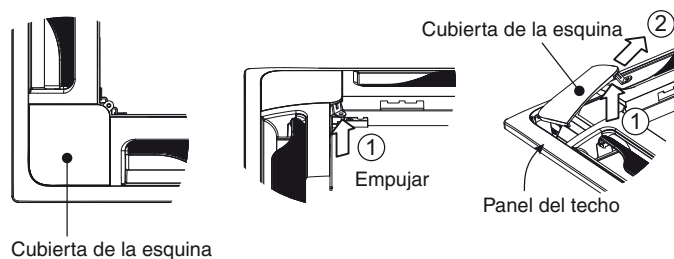

Fig. 7-6
- (2) Extracción de la cubierta de la esquina.
- a) Deslice los cierres en la dirección que muestra la flecha ① para desconectar las bisagras (3 ubicaciones). A continuación, extraiga la rejilla de entrada de aire en la dirección de la flecha ②. (Fig. 7-6)